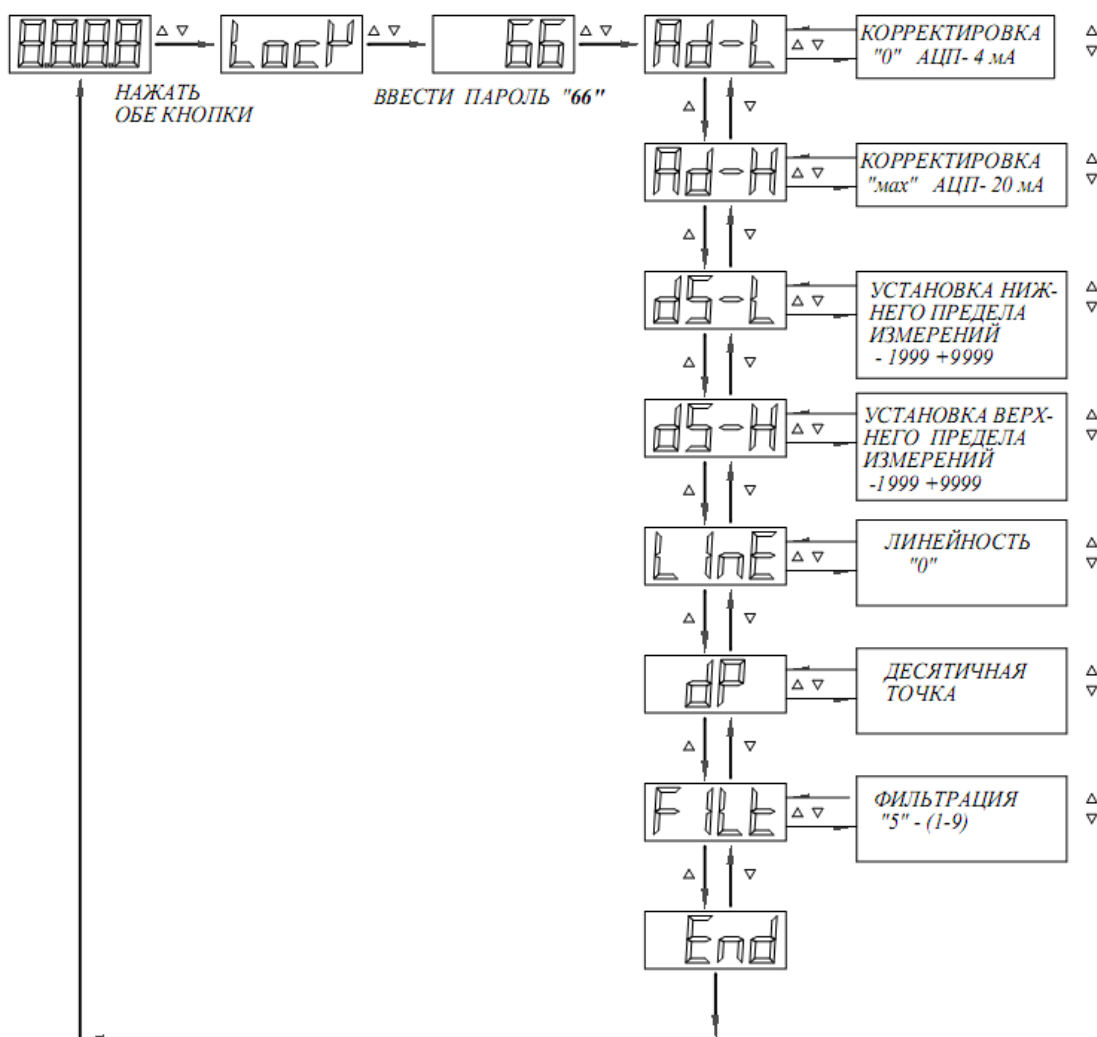

Рис.5. Меню настройки индикатора ИТП-110.
- 3.3. Настройка индикатора для отображения физической величины согласно рис.5.